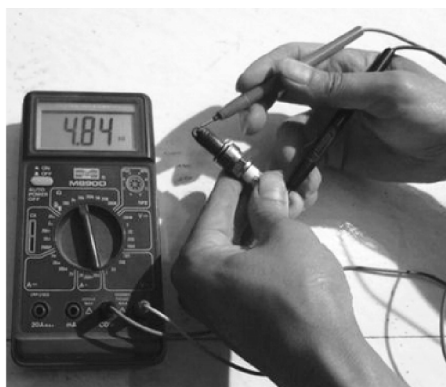

图 4-13 测量火花塞的电阻
(3) 用万用表检测火花塞的电阻 如图 4-13 所示, 用万用表测量火花塞的电阻, 应为 2000Ω 左右, 过大或过小应更换。